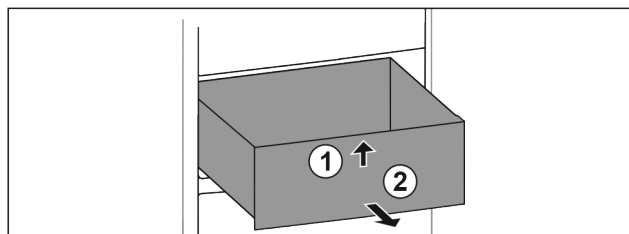

Fig. 131
- Sollevare il cassetto dal davanti. Fig. 131 (1)
- Rimuovere il cassetto tirandolo in avanti. Fig. 131 (2)